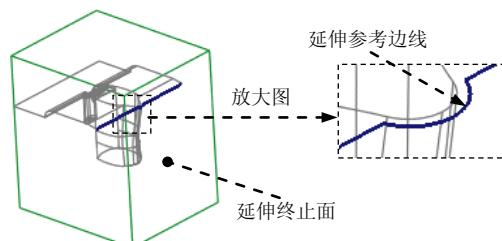

图 17.18 延伸终止面
- (1) 选取图 17.18 所示的复制曲面的边线。
- (2) 单击 **分型面** 功能选项卡 **编辑** ▾ 区域的 延伸按钮，此时出现 **延伸** 操控板。
- (3) 选取延伸的终止面。在操控板中按下 按钮，选取图 17.18 所示的坯料表面为延伸的终止面。